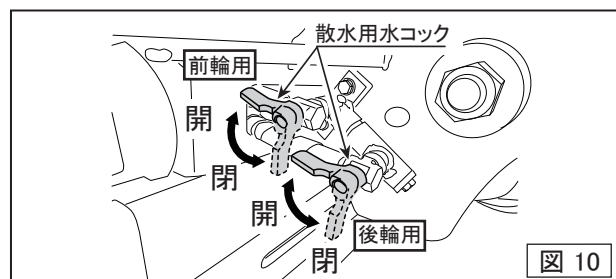

図10
- 前側ドラム用と後側ドラム用の散水コックを開いて、水が正常に流れる事を確認してください。(図10)